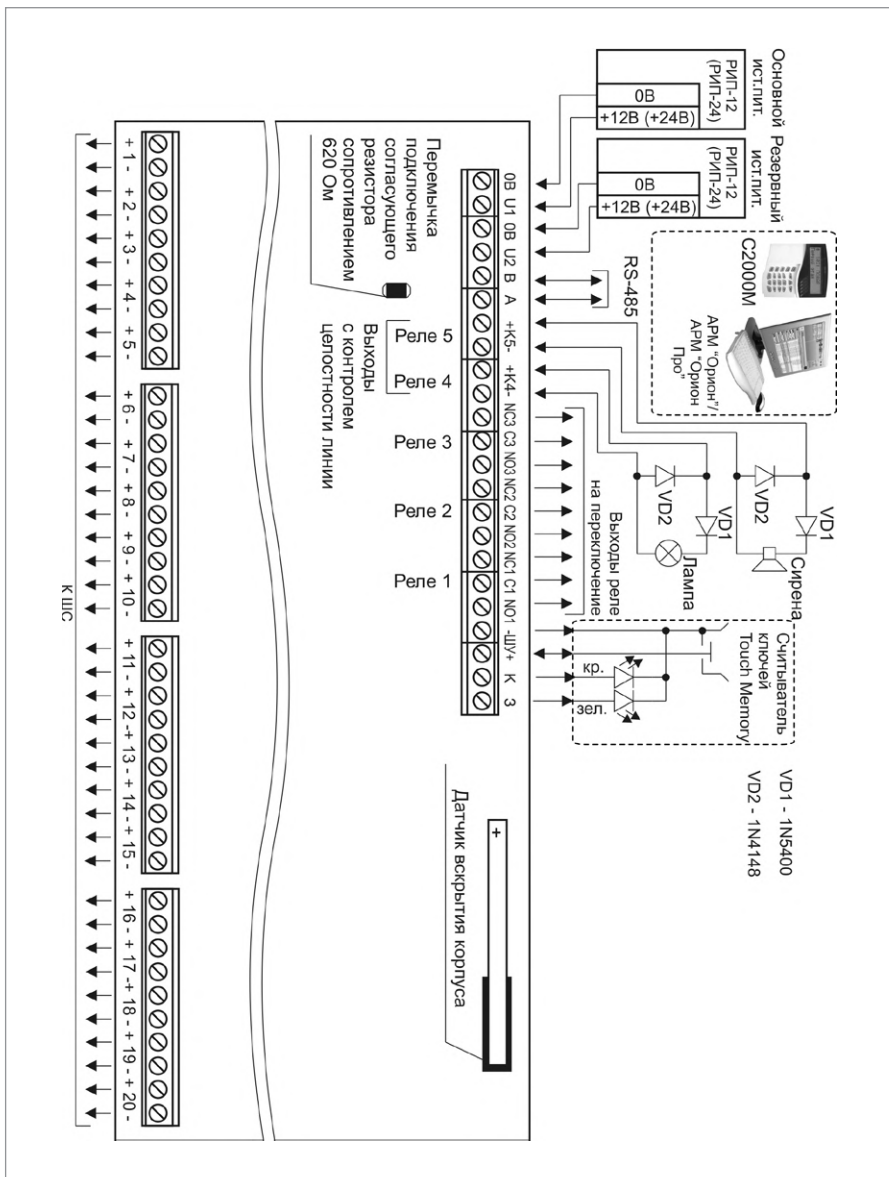

Рисунок 4. Схема внешних соединений блоков «Сигнал-20П», «Сигнал-20П исп.01»
1. Схема внешних соединений блока приведена на Рисунок 4.